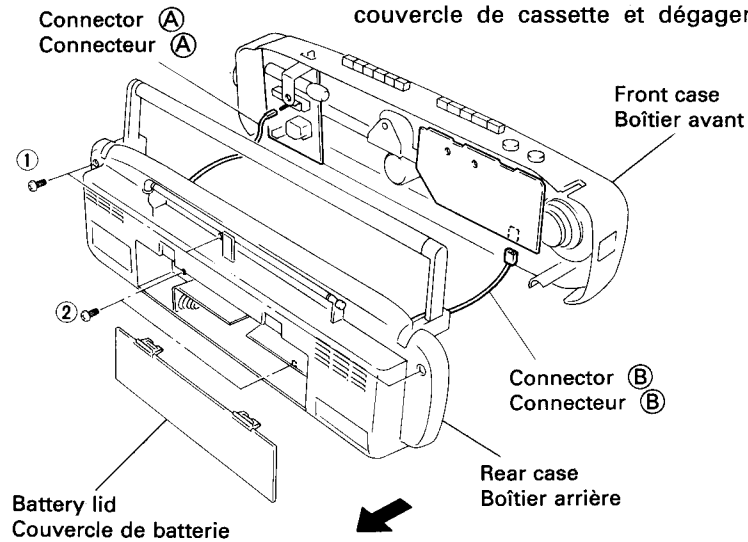

Fig. 1
1. Rear case (Fig. 1)
1. Boîtier arrière (Fig. 1)